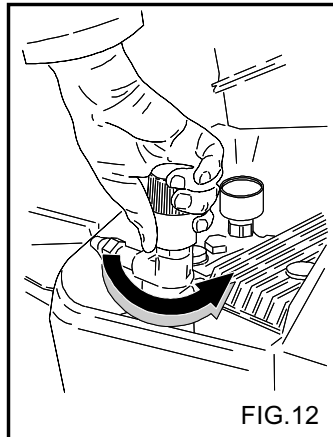

FIG.12
Mit dieser Vorrichtung (Fig. 12) kann man den Betriebsdruck regulieren. Wenn man den Drehschalter C entgegen dem Uhrzeigersinn dreht (B) (Minimum) wird der Betriebsdruck verringert.